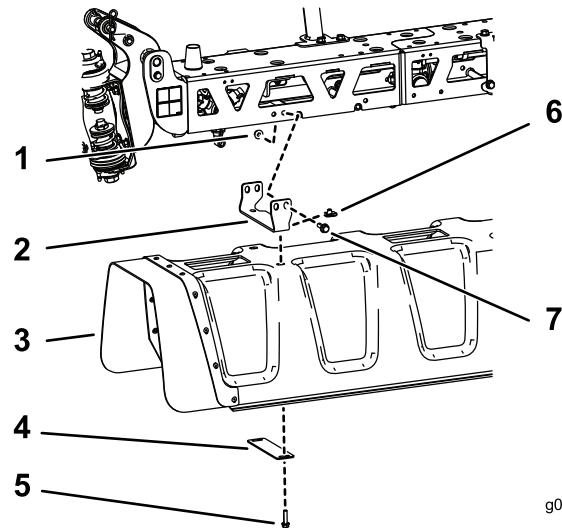

Bild 9
1. Befestigen Sie die mittlere Abdeckung mit acht U-Muttern, vier Scheibenplatten und acht Sechskantschrauben ($\frac{5}{16}$ " x 1 $\frac{1}{4}$ ") an der Halterung, wie in Bild 9 abgebildet.
2. Befestigen Sie jede der vier mittleren Halterungen und Ausleger-Befestigungsplatten mit vier Sechskantschrauben ($\frac{3}{8}$ " x 1 $\frac{1}{4}$ ") und vier Bundmuttern ($\frac{3}{8}$ ") am mittleren Ausleger, wie in Bild 9 abgebildet.